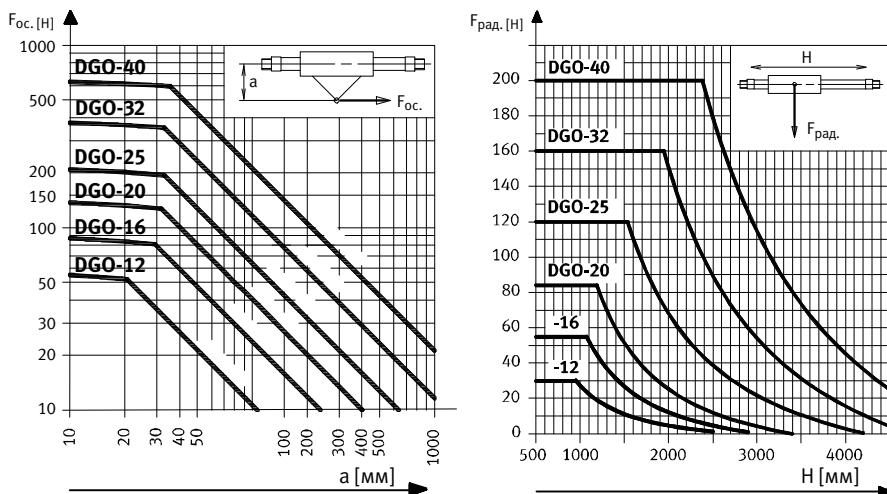

Fig. 8
- Расположите полезную нагрузку так, чтобы опрокидывающий момент, возникающий под действием силы  $F_{oc}$ , оставался параллельным оси перемещения, а плечо рычага “а” было минимальным (см. Fig. 8).
- Учитывайте максимальные значения радиальной силы  $F_{рад.}$  (см. Fig. 8).